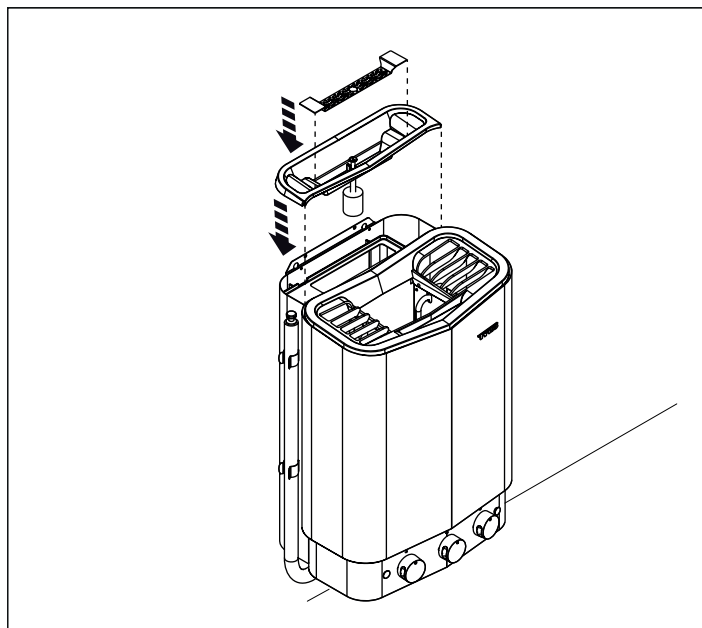

Figure 14 : montage du couvercle du réservoir d'eau et de la grille à herbes aromatiques
12. Montez le couvercle du réservoir d'eau et de la grille à herbes aromatiques -voir Figure 14). Veillez à ne pas endommager le flotteur.